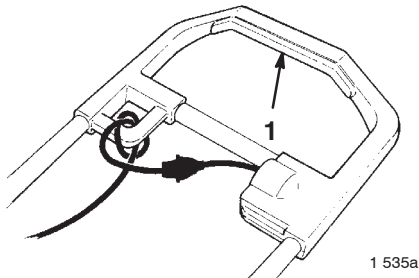

Figure 7
1. Pour démarrer le rotor, serrez la barre de commande (Fig. 7).